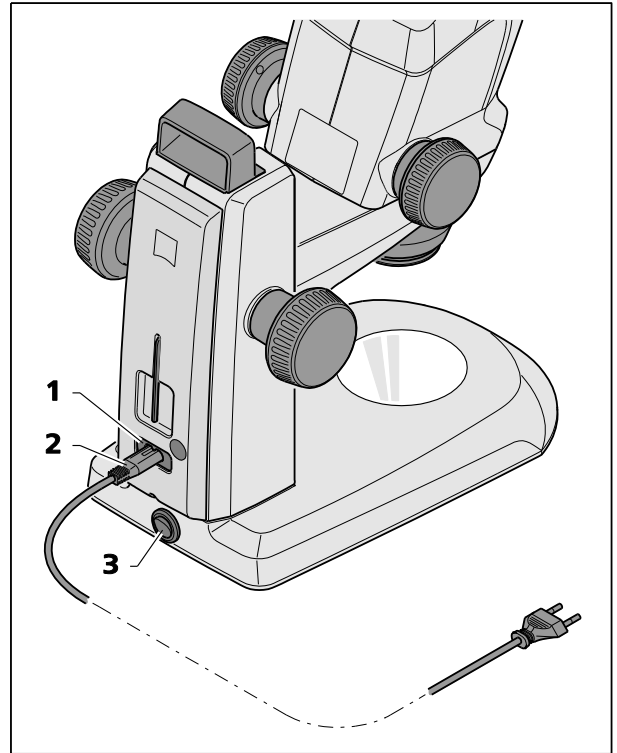

Abb. 12 Stereomikroskop anschließen
- Das Stromversorgungskabel (Abb. 12/2) an die Netzanschlussbuchse (Abb. 12/1) des Stativs anschließen.
- Das Stromversorgungskabel (Abb. 12/2) an eine Netzsteckdose anschließen.
- Das Stereomikroskop am Netzschalter (Abb. 12/3) ein- oder ausschalten.